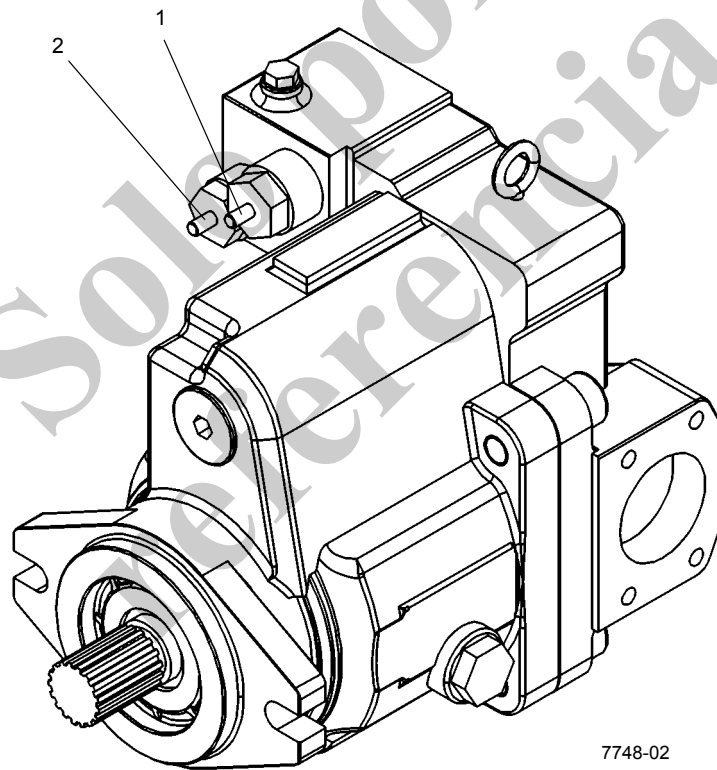
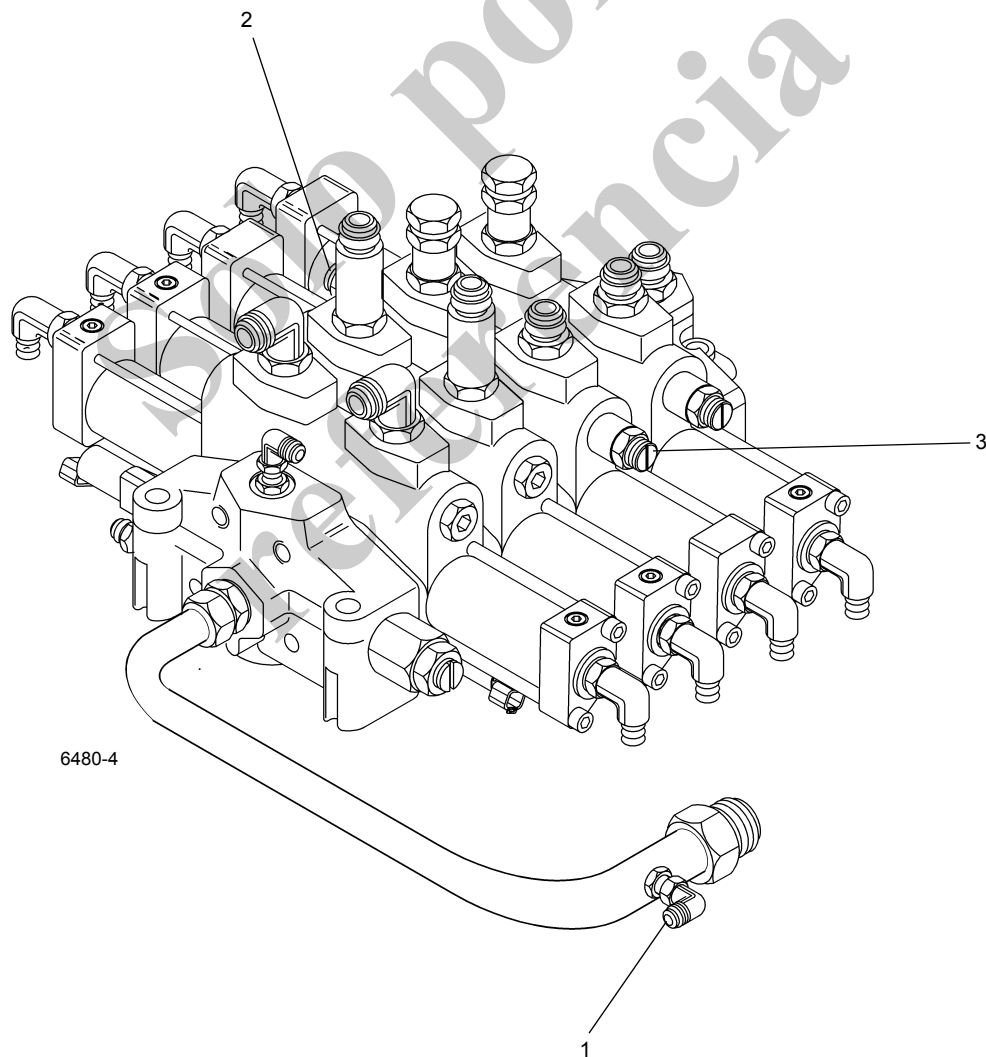

FIGURA 2-10
FIGURA 2-11
3. Arranque el motor y acélerelo a la aceleración máxima. Mueva la palanca de control de elevación de la pluma poco a poco hasta el tope de su recorrido (en sentido de elevar o bajar) y sujétela allí. Enrosque el tornillo de ajuste de presión máxima de la bomba de émbolo principal para aumentarla o desenrósquela para reducirla hasta obtener una indicación de 4000 psi ± 50 (vea la Figura 2-10) en el manómetro.
7. Arranque el motor y acélerelo a la aceleración máxima. Intente extender la sección telescópica moviendo la palanca de control lentamente hasta el final de su carrera. Enrosque la válvula de alivio de la lumbrera de trabajo para aumentar la presión o desenrósquela para reducirla hasta que el manómetro indique 2800 psi ± 50 (vea la Figura 2-11).
11. Arranque el motor y acélerelo a la aceleración máxima. Intente retraer la sección telescópica moviendo la palanca de control lentamente hasta el final de su carrera. Enrosque la válvula de alivio de la lumbrera de trabajo para aumentar la presión o desenrósquela para reducirla hasta que el manómetro indique 3200 psi ± 50 (vea la Figura 2-11).
3. Si no se alcanza una indicación de 250 a 400 psi, pare el motor e instale el acoplador de desconexión rápida para diagnóstico y revisión de presión con manómetro en la lumbrera para manómetro de la entrada de la válvula de control de sentido principal (vea la Figura 2-11). Arranque el motor y hágalo funcionar a ralentí. Enrosque el tornillo de ajuste de presión diferencial de la bomba de émbolos para aumentar la presión o desenrósquelo para reducirla hasta que el manómetro indique 350 psi (vea la Figura 2-10). Repita los pasos 1 y 2.